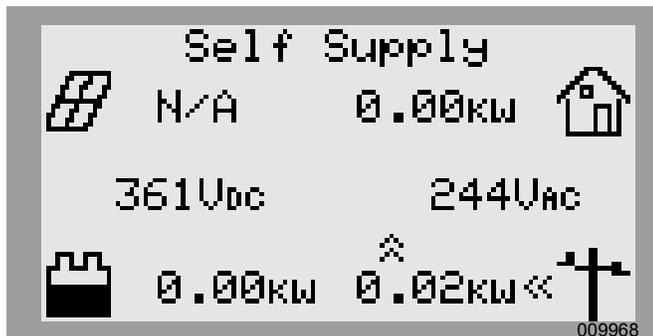

Figure 3-6. Sélectionner un mode de fonctionnement (4 sur 4)
5. Voir la **Figure 3-6**. Vérifier que le mode indiqué en haut de l'écran d'accueil est bien le mode souhaité.